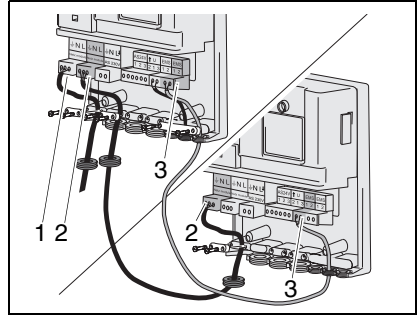

Abb. 4 Zwei Module miteinander verbinden, Netzanschluss herstellen
Um zwei oder mehr Module miteinander zu verbinden, kann der Netzanschluss (Abb. 4, Pos. 2) und der EMS-Anschluss (Abb. 4, Pos. 3) jeweils weiterverbunden werden.
- Stellen Sie den Netzanschluss her (Abb. 4, Pos. 1 und Abb. 2, Pos. 3).